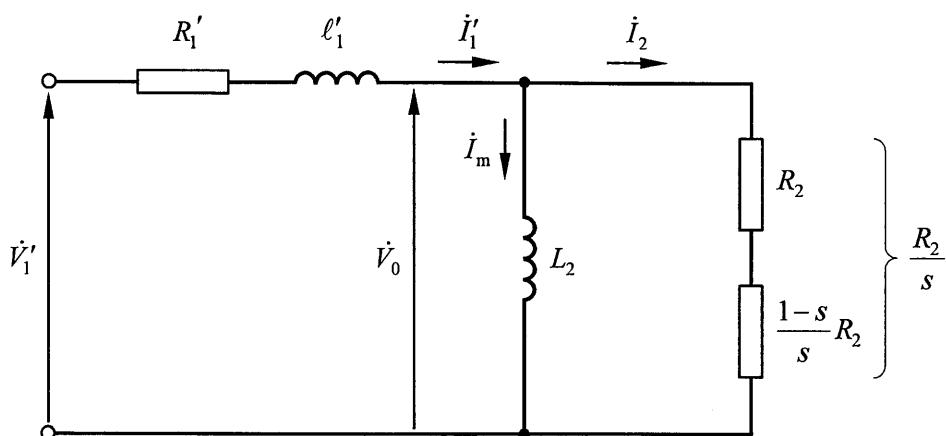

図 1 二次側に換算した三相誘導電動機の 1 相分の等価回路
$a = \frac{M}{L_2}$ を用いて一次側を二次側に換算すると、図 1 の等価回路が得られる。 $a = \frac{M}{L_2}$ としたこと
1) 図1において、 \dot{V}_1 の二次側換算値 \dot{V}'_1 、 \dot{I}_1 の二次側換算値 \dot{I}'_1 、 R_1 の二次側換算値 R'_1 及び漏れインダクタンス ℓ_1 [H]の二次換算値 ℓ'_1 は次の式①～④で表される。